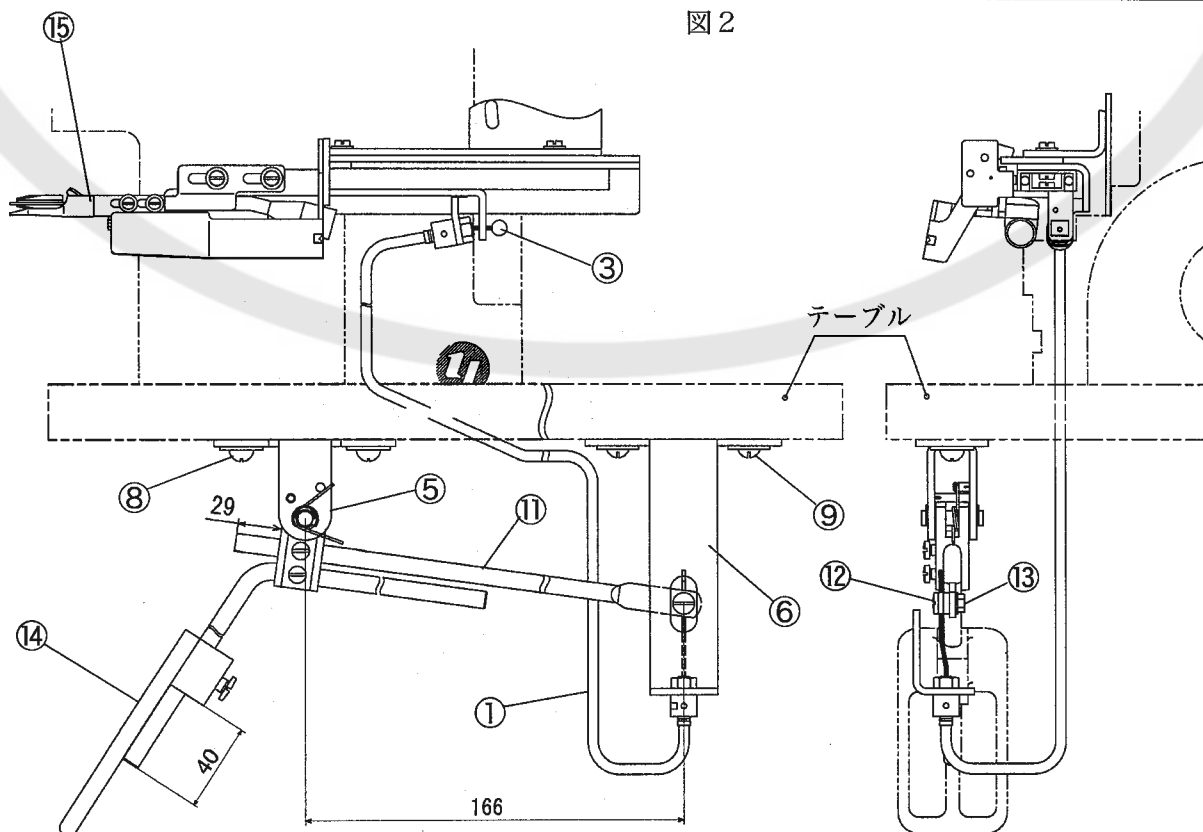

図3
- (1) ワイヤ保護パイプ①の一端を装置本体②に取り付け、保護パイプにワイヤ③を挿入する。
- (2) 装置本体②が水平になるようミシンフレームに止ネジ④2本で取り付ける。
- (3) 膝受ケ台⑤、ワイヤガイド取付板⑥、エアレギュレータ⑦をテーブル下面にそれぞれ木ネジ⑧⑨⑩各2個で取り付ける。(図3, 6 参照)
- (4) ワイヤ保護パイプ①のもう一方の端をワイヤガイド取付台⑥に取り付ける。
- (5) 吸込管⑬が最右端(回避位置)に寄ったとき、膝受ケ連結軸⑪が最も下になり、ワイヤ③にたるみがないようにして、ワイヤをネジ⑫の穴に挿入しナット⑬で固定する。